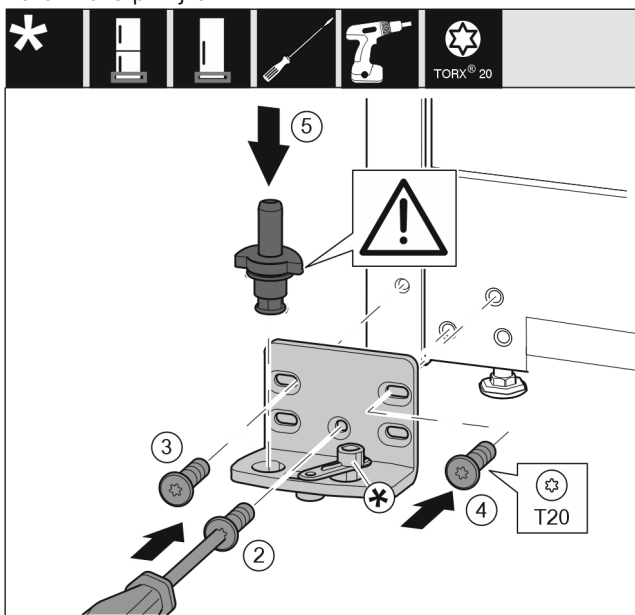

Fig. 15
- ▶ Ležajni podstavek namestite na drugo stran in ga po s pomočjo izvijača. Pričnite z vijakom Fig. 15 (2) spodaj na sredini.
- ▶ Privijte vijak Fig. 15 (3) in vijak Fig. 15 (4).
- ▶ Vstavite ležajni sornik Fig. 15 (5) do konca. Pri tem pazite na to, da je zaskočni zapah obrnjen nazaj.